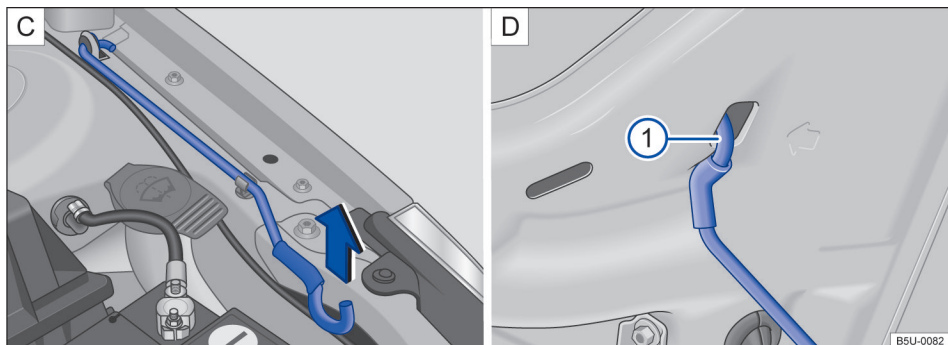

Fig. 126 [C] Haste de sustentação da tampa do compartimento do motor. [D] Tampa do compartimento do motor apoiada na haste de sustentação.
- Retirar a haste de sustentação do suporte no sentido da seta → Fig. 126 [C] e posicioná-la na abertura na tampa do compartimento do motor → Fig. 126 ① [D].
- Retirar a haste de sustentação do furo → Fig. 126 ① [D] e encaixá-la no suporte do fecho → Fig. 126 [C].